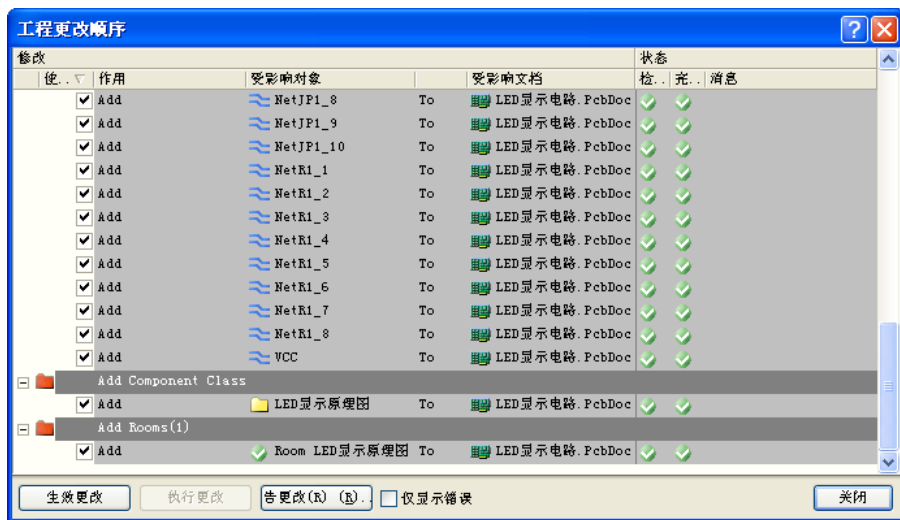
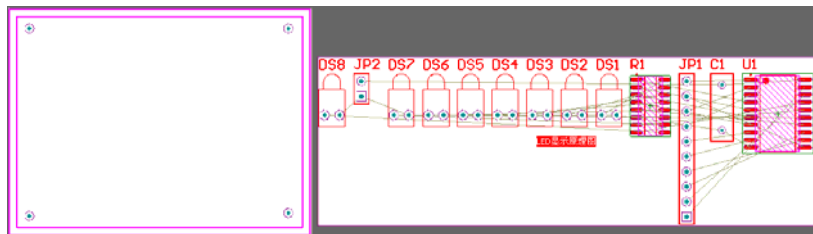

图 8-44 执行更新命令后的“工程更改顺序”对话框
图 8-45 载入网络表与元件封装
(3) 加载网络表与元件。由于 Altium Designer 13 实现了真正双向同步设计, 在 PCB 电路设计过程中, 用户可以不生成网络表, 而直接将原理图内容传输到 PCB。
Step3 如元件封装和网络都正确，单击“执行更改”按钮，“工程更改顺序”对话框刷新为如图 8-44 所示。工作区已经自动切换到 PCB 编辑状态，单击“关闭”按钮，关闭该对话框。电路板加载了网络表与元件封装，如图 8-45 所示。